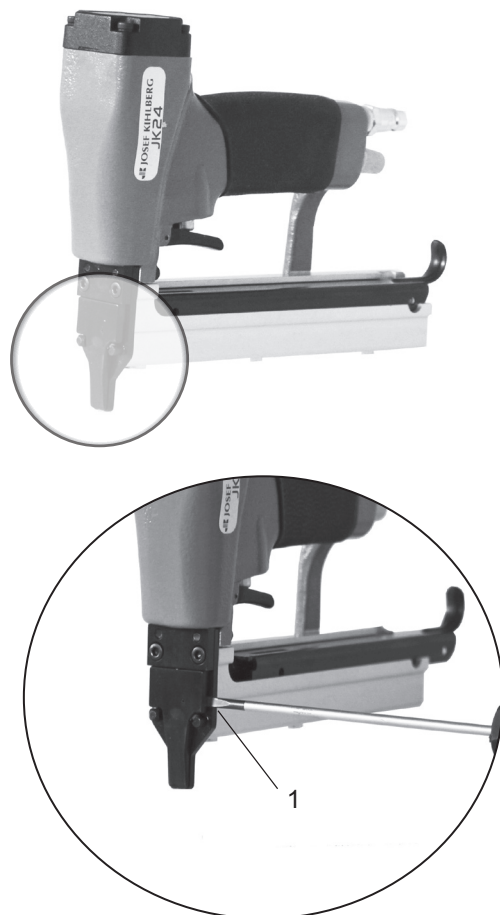

Fig. 5
- Die Vorderplatte mit einem Schraubenzieher (Fig. 5/1) von links öffnen.